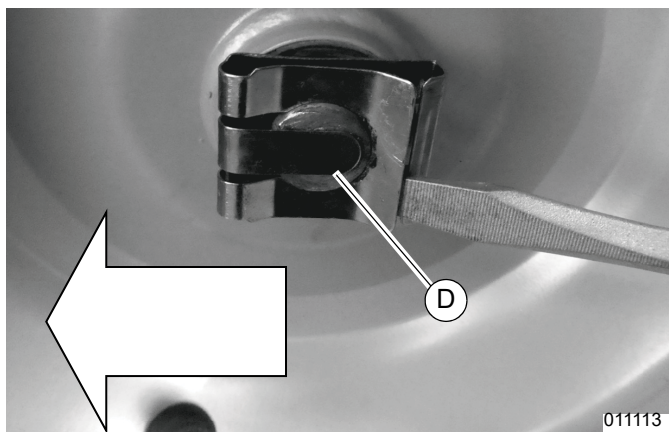

Figura 4-20. Retiro de los sujetadores de la rueda
5. Consulte la **Figura 4-20**. Saque los sujetadores del semieje (D).